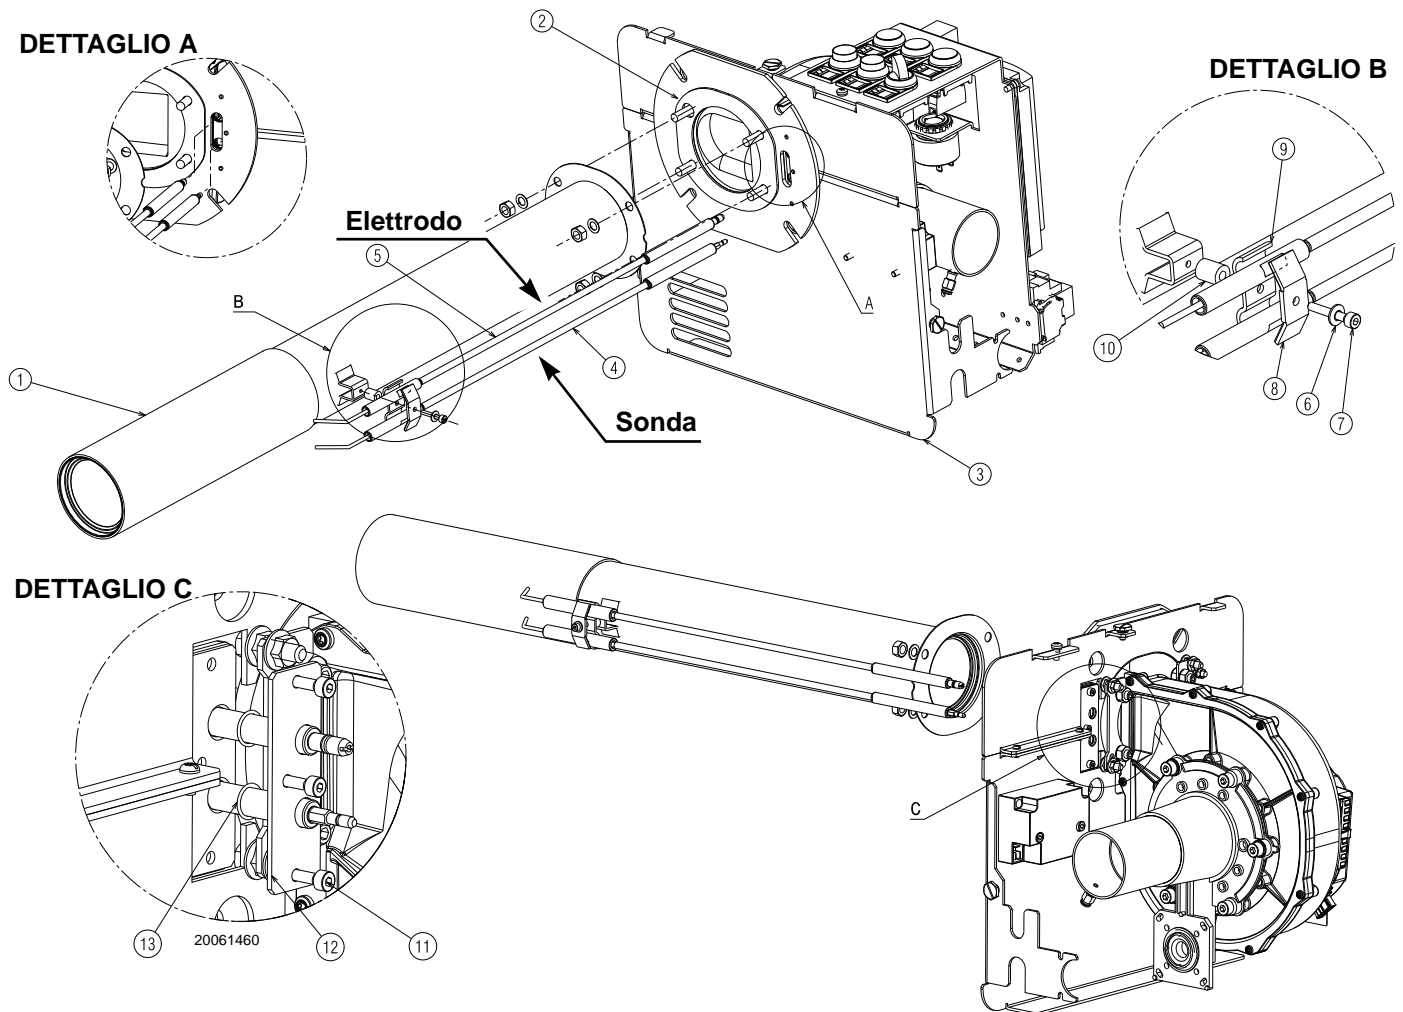

Fig. 5
- Assemblare la testa di combustione 1) al bruciatore 3) interponendo la guarnizione 2). Fig. 5